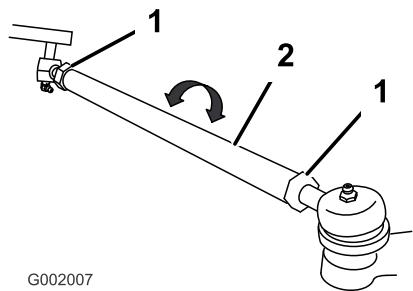

Figura 59
- 5. Si la distancia no está en el intervalo especificado, afloje las contratuerca en ambos extremos de las bielas (Figura 59).